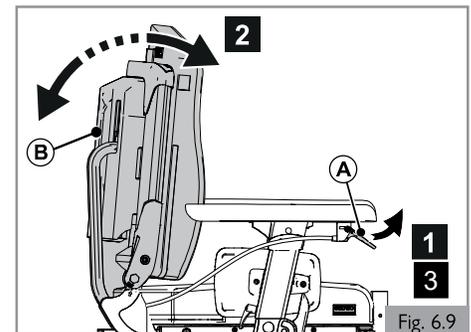

Fig. 6.9
**6.4 Dossier à inclinaison manuelle (Fig. 6.9)**